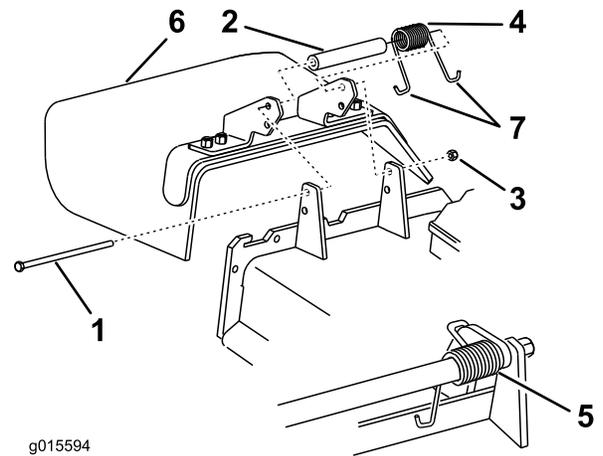

Figura 103
**Nota:** Asegúrese de colocar un extremo en **J** del muelle detrás del reborde de la carcasa antes de instalar el perno, según se muestra en Figura 103.
6. Coloque un extremo en **J** del muelle alrededor del deflector de hierba (Figura 103).